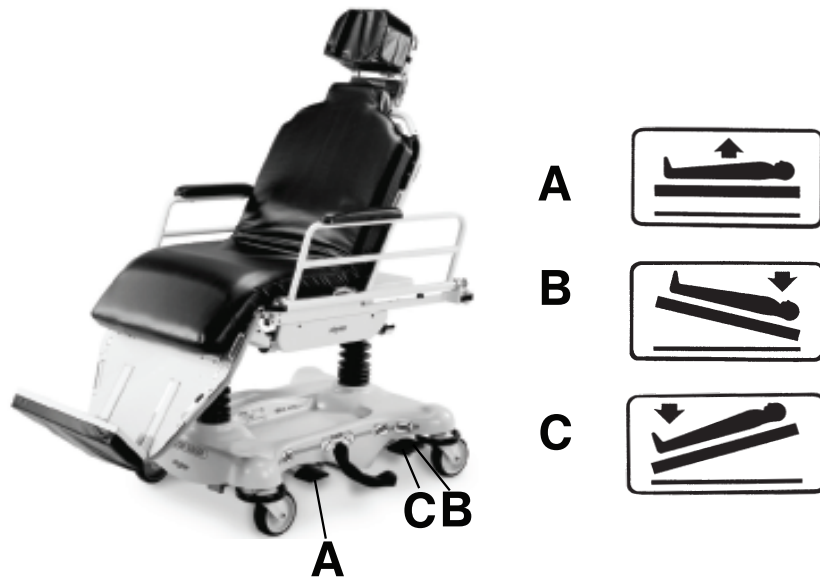

Abbildung 3 – Anheben und Absenken der Liegefläche
Zum Anheben der Liegefläche das Pumppedal (A) wiederholt pumpen, bis die gewünschte Höhe erreicht ist (Abbildung 3).
2. Das Pedal (B) (Abbildung 3) herunterdrücken, bis die gewünschte Position erreicht ist.
2. Das Pedal (C) (Abbildung 3) herunterdrücken, bis die gewünschte Position erreicht ist.